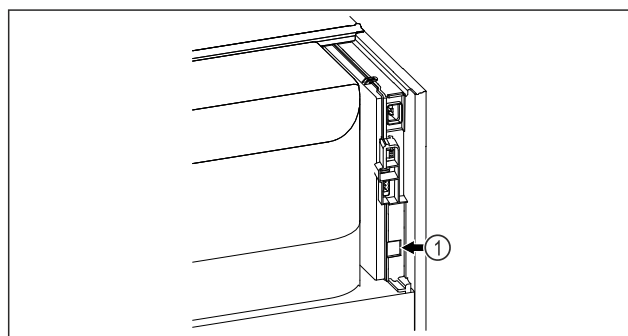

Fig. 134
- ☐ SmartModule Fig. 134 (1) on sisse pandud.